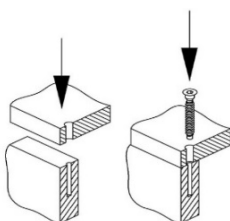
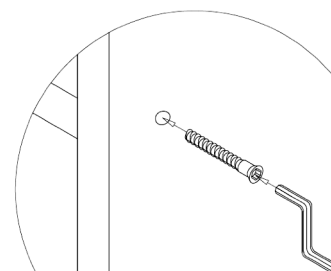

Рис. 5 - Установка винтов-конфирматов
Рис. 6 - Соединение винтом-конфирматом
- В сквозные отверстия $\varnothing 8$ мм пластей щитов жесткости (8), вставьте конфирматы и соедините с перегородками (12), (Рис.5), закрутив их ключом для конфирматов (Рис.6), левый и правый отдельно, (при сборке слева и соответственно справа должен остаться размер 486 мм).
- В сквозные отверстия $\varnothing 8$ мм пластей крышки (5), нижнего щита (2) вставьте конфирматы и соедините с перегородками (6), (Рис.5), закрутив их ключом для конфирматов (Рис.6), между перегородками останется зазор в 22 мм, перегородки расположите присадкой наружу.
- В сквозные отверстия $\varnothing 8$ мм пласти нижнего щита (2) вставьте конфирматы и соедините с перегородками (12), (Рис.5), закрутив их ключом для конфирматов (Рис.6).